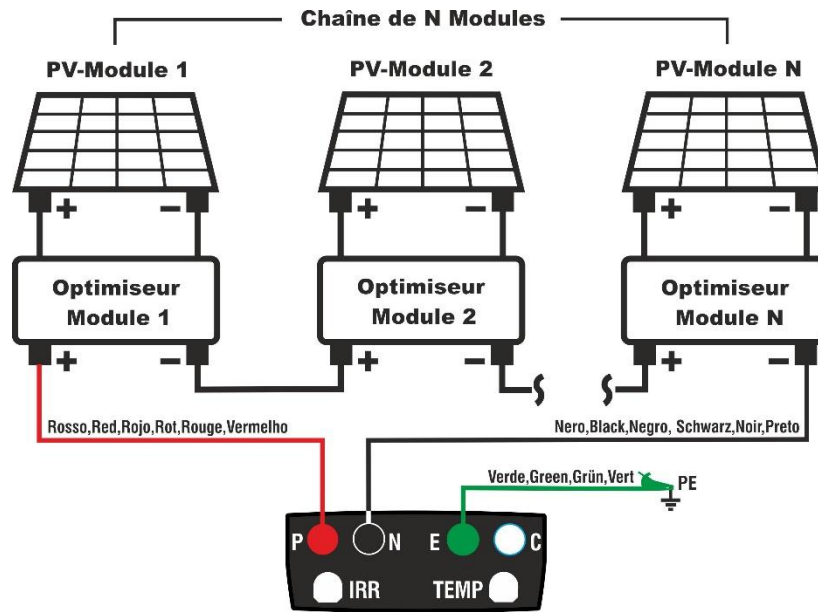

Fig. 10: Connexion de l'instrument pour la mesure d'isolation aux optimiseurs
5. Connectez l'instrument à la sortie de la série d'optimiseurs associée à la chaîne testée, comme illustré sur la Fig. 10. Plus précisément, connectez la sortie Positive du **premier optimiseur** à la borne P, la sortie négative du **dernier optimiseur** à la borne N et la borne E à la masse principale du système
- Connectez l'instrument à la sortie de la série d'optimiseurs associée à la chaîne testée, comme illustré sur la Fig. 10. Plus précisément, connectez la sortie Positive du **premier optimiseur** à la borne P, la sortie négative du **dernier optimiseur** à la borne N et la borne E à la masse principale du système